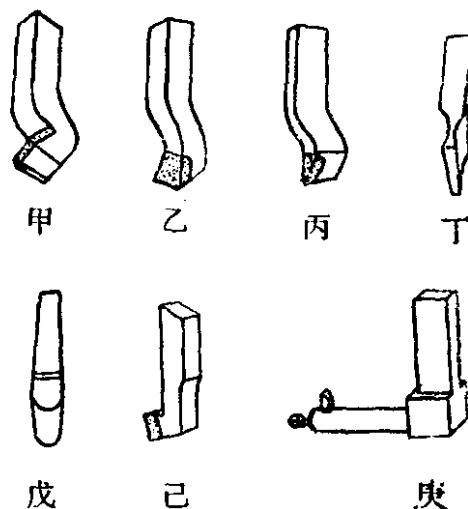

图13 各种刨刀
- (1) 粗刨刀(图13甲)：也叫荒刨刀，粗刨平面用。
- (2) 光刨刀(图13乙)：也叫光刀，精刨平面用。
- (3) 角度刨刀(图13丙)：刨各种内角度用。
- (4) 切刀(图13丁)：刨窄槽或切断材料用。
- (5) 样板刀(图13戊)：刨曲线表面用。
- (6) 弯切刀(图13己)：刨侧面上的沟槽用。
- (7) 内孔刀(图13庚)：刨内孔表面及孔内键槽等用。